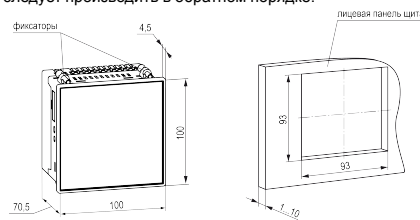

Рисунок 2 – Габаритные размеры и монтажного отверстия в щите
1. Подготовить в щите управления монтажный вырез для установки прибора (см. рисунок 2).